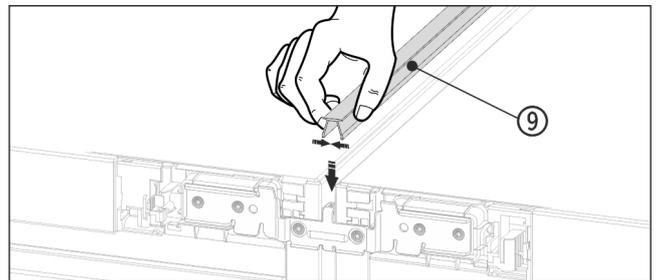

Fig. 19
- ▶ En la parte superior, presione el listón embellecedor Fig. 19 (9) corto para introducirlo en la ranura horizontal.